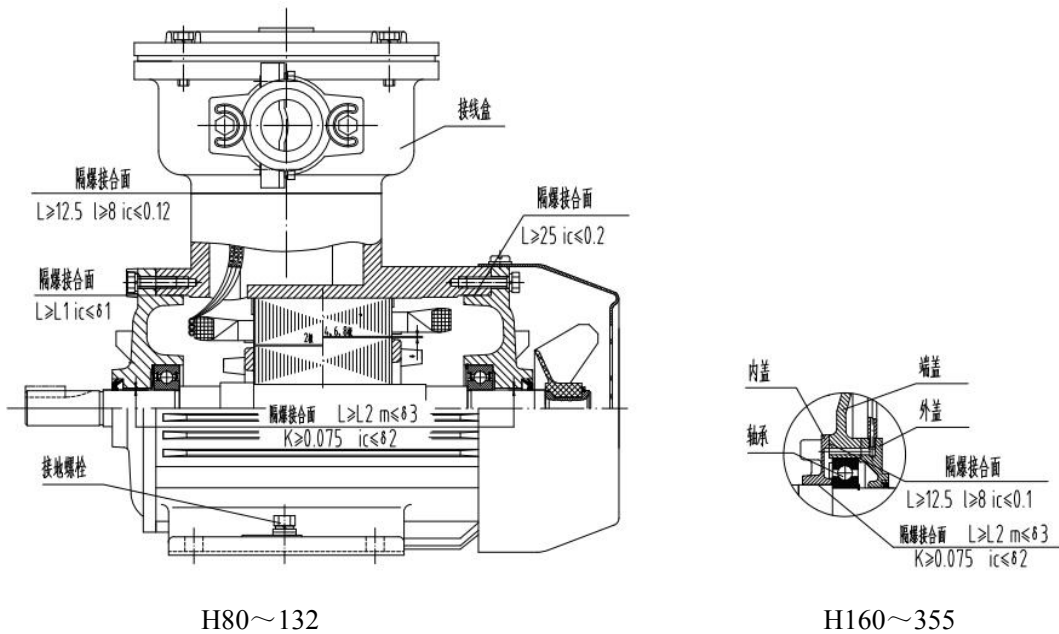
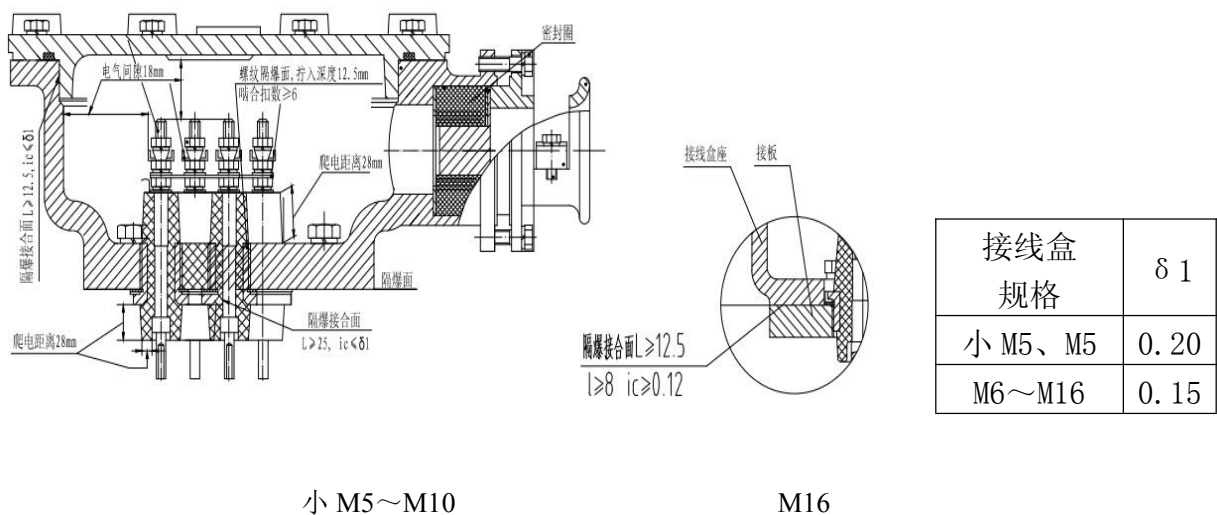

图1
图2
5.3 本系列电动机主体结构及隔爆接合面参数见图1、表4，接线盒结构见图2。
- 隔爆结合面的参数见图 1、表 4，接线盒内部裸露导体之间、裸露导体与金属外壳之间的电气间隙及爬电距离见图 2。